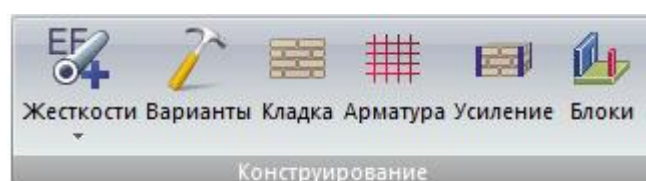

Рис. 145. Панель **Конструирование**
**Конструирование** (рис.145) – операции, связанные с редактированием жесткостей и материалов, работа с вариантами проектирования, создание конструктивных блоков.
Панель **Конструирование** (рис.145) содержит следующие команды: